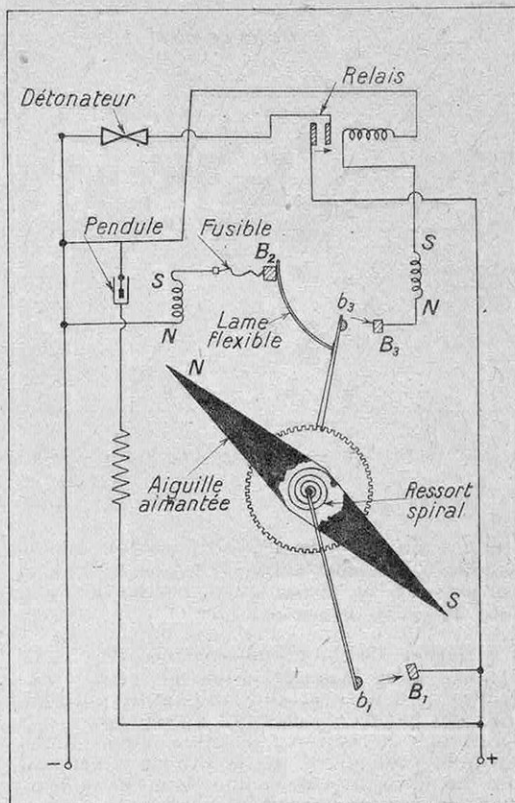

FIG. 12. — SCHEMA DE PRINCIPE DU MECANISME D'UNE MINE MAGNETIQUE A REGLAGE AUTOMATIQUE
Décrivons le système sensible d'une mine allemande « rouge ». Il en existe de différents types. Le plus simple ne comporte pas de réglage automatique de la sensibilité. L'aiguille, sous l'action d'un champ perturbateur de grandeur égale à la sensibilité exigée, doit établir un contact qui ferme le circuit d'alimentation du détonateur. La position de ce contact doit donc être réglée par rapport à la position d'équilibre de l'aiguille sous l'influence du seul champ terrestre ; il faut donc connaître cette position. Il est par suite nécessaire, pour ces mines sans réglage automatique, de connaître, à la sensibilité près, c'est-à-dire à quelques centigauss (1) près, la composante verticale du champ terrestre du lieu où sera mouillée la mine, ce qui n'est pas le cas généralement. Aussi a-t-on doté la plupart des mines de systèmes à réglage automatique de la sensibilité. Le mécanisme sensible d'une telle mine est schématisé sur la figure 12.
On retrouve sur ce schéma le mécanisme sensible de la figure 12, avec son relais et son contact B1. Au repos, les contacts C1 et C2 sont fermés. Lors d'une influence, B1 se ferme, le relais entre en jeu, et la palette E, attirée par l'électroaimant, dégage la came C qui effectue un demi-tour avant d'être bloquée à nouveau. Ce demi-tour correspond à une rotation de un cran du disque et dure 120 secondes environ. Ainsi les influences magnétiques doivent-elles se suivre à plus de deux minutes d'intervalle pour provoquer la rotation du disque du combinateur. On remarquera que, dès que la came C commence son mouvement, le contact C1 s'ouvre, ce qui économise la pile. Au bout du nombre voulu d'influences (ici cinq), une fiche amovible que l'on aura placée sur le cran convenable assure l'ouverture du contact C2, ce qui verrouille la came C et bloque le mécanisme, en même temps que la fermeture de C1 qui met le détonateur en série avec la pile.